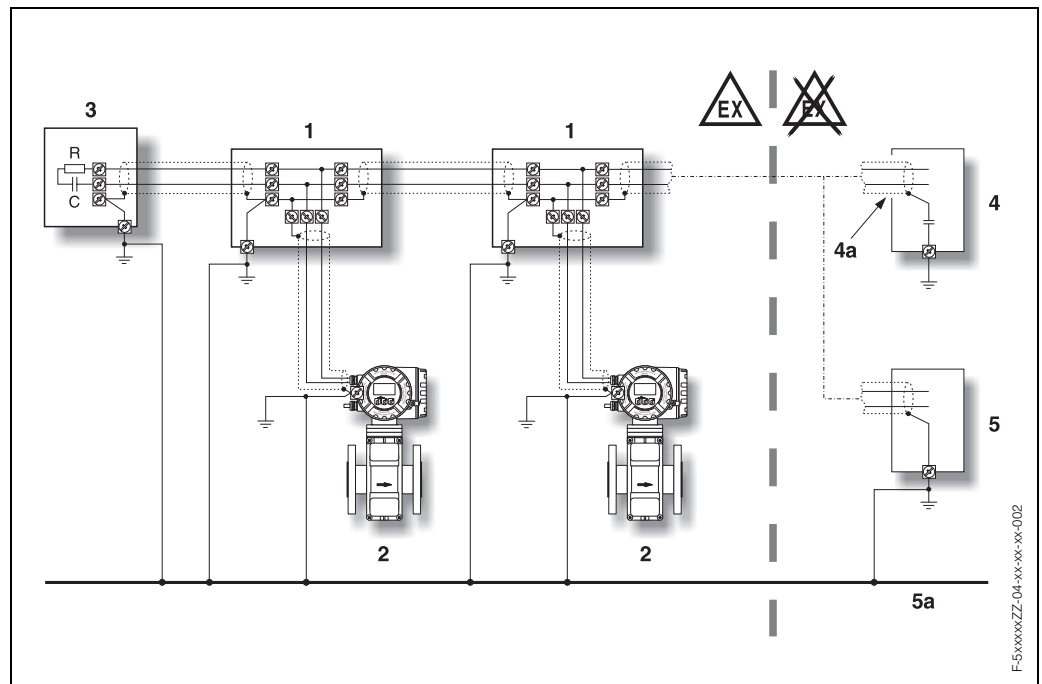

Abb. 4: Beispiele für den Anschluss von Potenzialausgleichsleitungen
1. Das Durchflussmessgerät muss in den Potenzialausgleich einbezogen werden. Bei mehrfacher Erdung des Schirms der Busleitung ist der Potenzialausgleich gemäß Abb. 4 auszuführen.